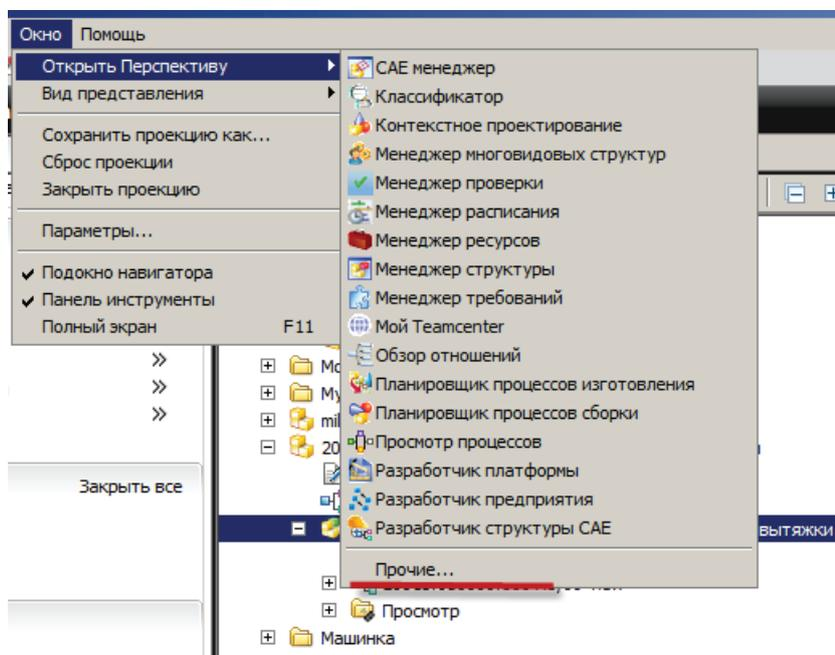

Рисунок 10.1
- вне зависимости от используемого в текущий момент времени приложения выбрать пункт основного меню **Окно > Открыть перспективу > Прочие...** (рис. 10.1);